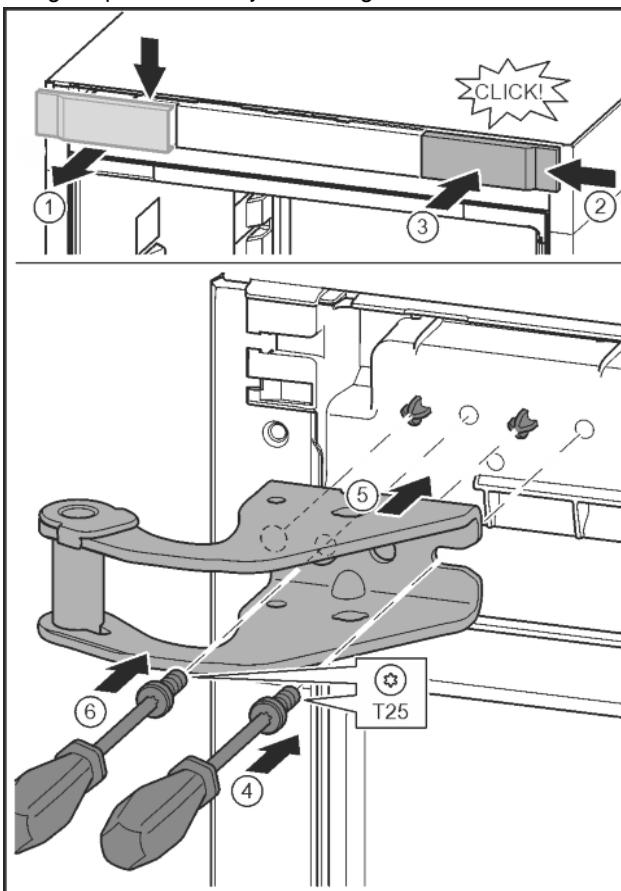

Fig. 13
- Otpustite pokrov i skinite ga bočno. Fig. 13 (1)
- Objesite pokrov okrenut za 180° na drugoj strani s desne strane. Fig. 13 (2)
- Pustite da pokrov uskoči. Fig. 13 (3)
- Odvijačem T25 postavite vijke. Fig. 13 (4)
- Postavite gornji podložak ležaja. Fig. 13 (5)
- Pritegnite vijak. Fig. 13 (4)
- Odvijačem T25 umetnite i pritegnite vijak. Fig. 13 (6)